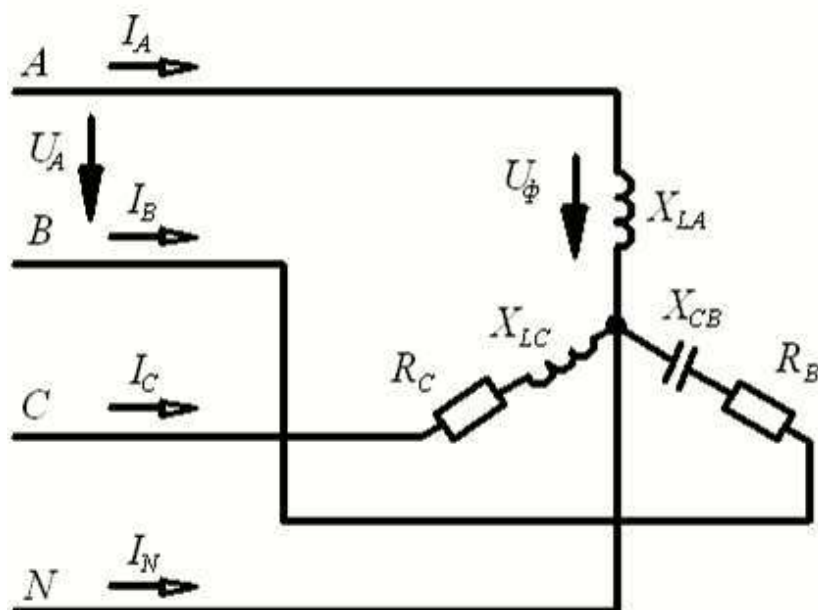

Рисунок 1 - Соединение нагрузки звездой с нулевым проводом
1.1 Трехфазная нагрузка соединена звездой с нулевым проводом (рис. 1) и подключена к источнику с симметричными напряжениями: $U_{\text{Л}} = (a+b) \times 10$, В